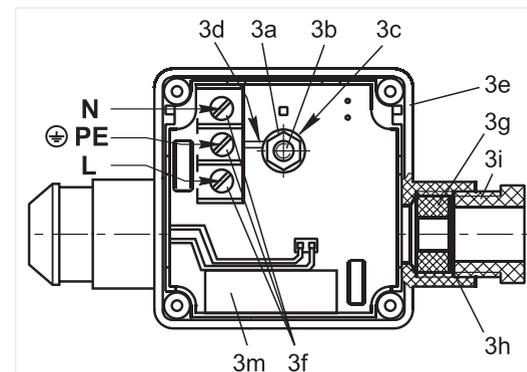

Рис. 6
та крепления крышки. Снимите крышку клеммной коробки вместе с резиновым уплотнением. Клеммная коробка со снятой крышкой показана на рис. 6.
- выкрутить кнопку ручного взвода из левого патрубка клеммной коробки (см. рис. 6);